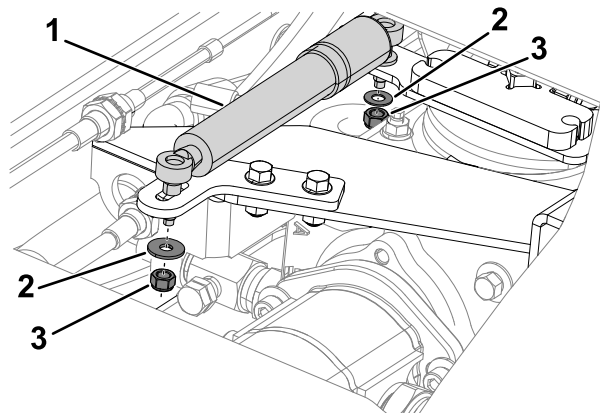

Bild 87
2. Entfernen Sie die Unterlegscheiben und Muttern, mit denen der Dämpfer an der Getriebepumpe und der Halterung befestigt ist (**Bild 87**).